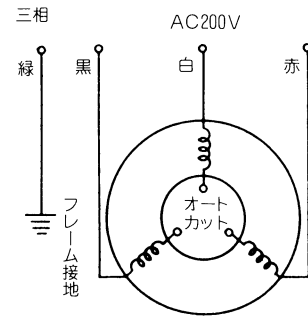

図 3
- ① 手動で起動・停止を行なって下さい。排水完了後の空運転は短時間であれば、直接事故にはなりません、ポンプの寿命から考えれば排水完了時に停止させた方がより長くご使用になれます。
- ② 結線図は図3のとおりです。自動復帰形オートカット（過負荷保護装置）を内蔵していますので、何らかの原因で過負荷になった場合、電動機が自動的に停止します。